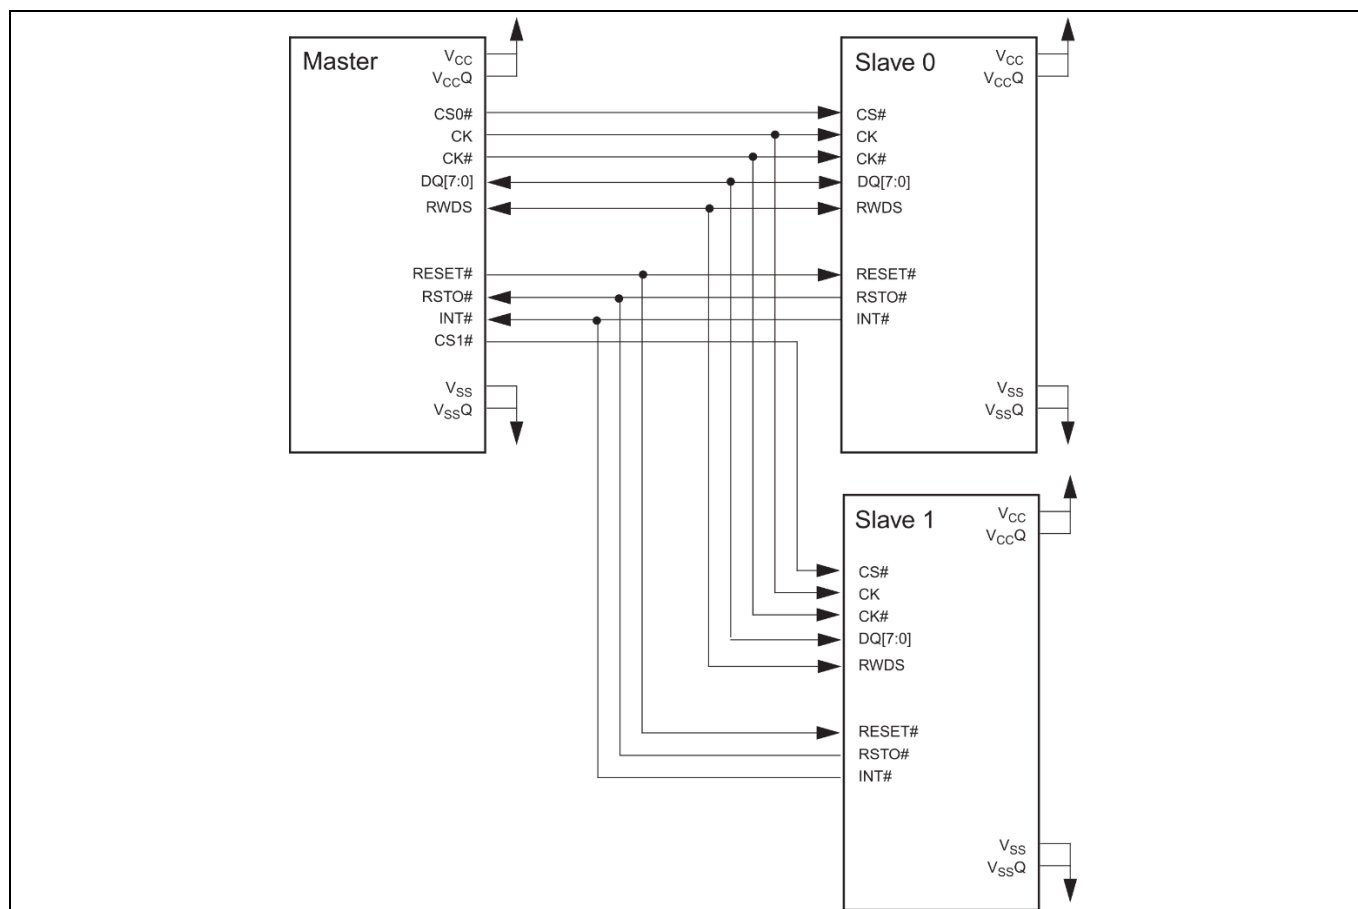

Figure 8 一般的なシステム構成
一般的な HyperBus システムでは、複数のスレーブメモリを個別のチップセレクト信号 (CS) を介してマスタに接続できます。Figure 8 に、一般的な構成を示します。スレーブの 1 つは HyperFlash デバイスにでき、もう 1 つは HyperRAM デバイスにできます。